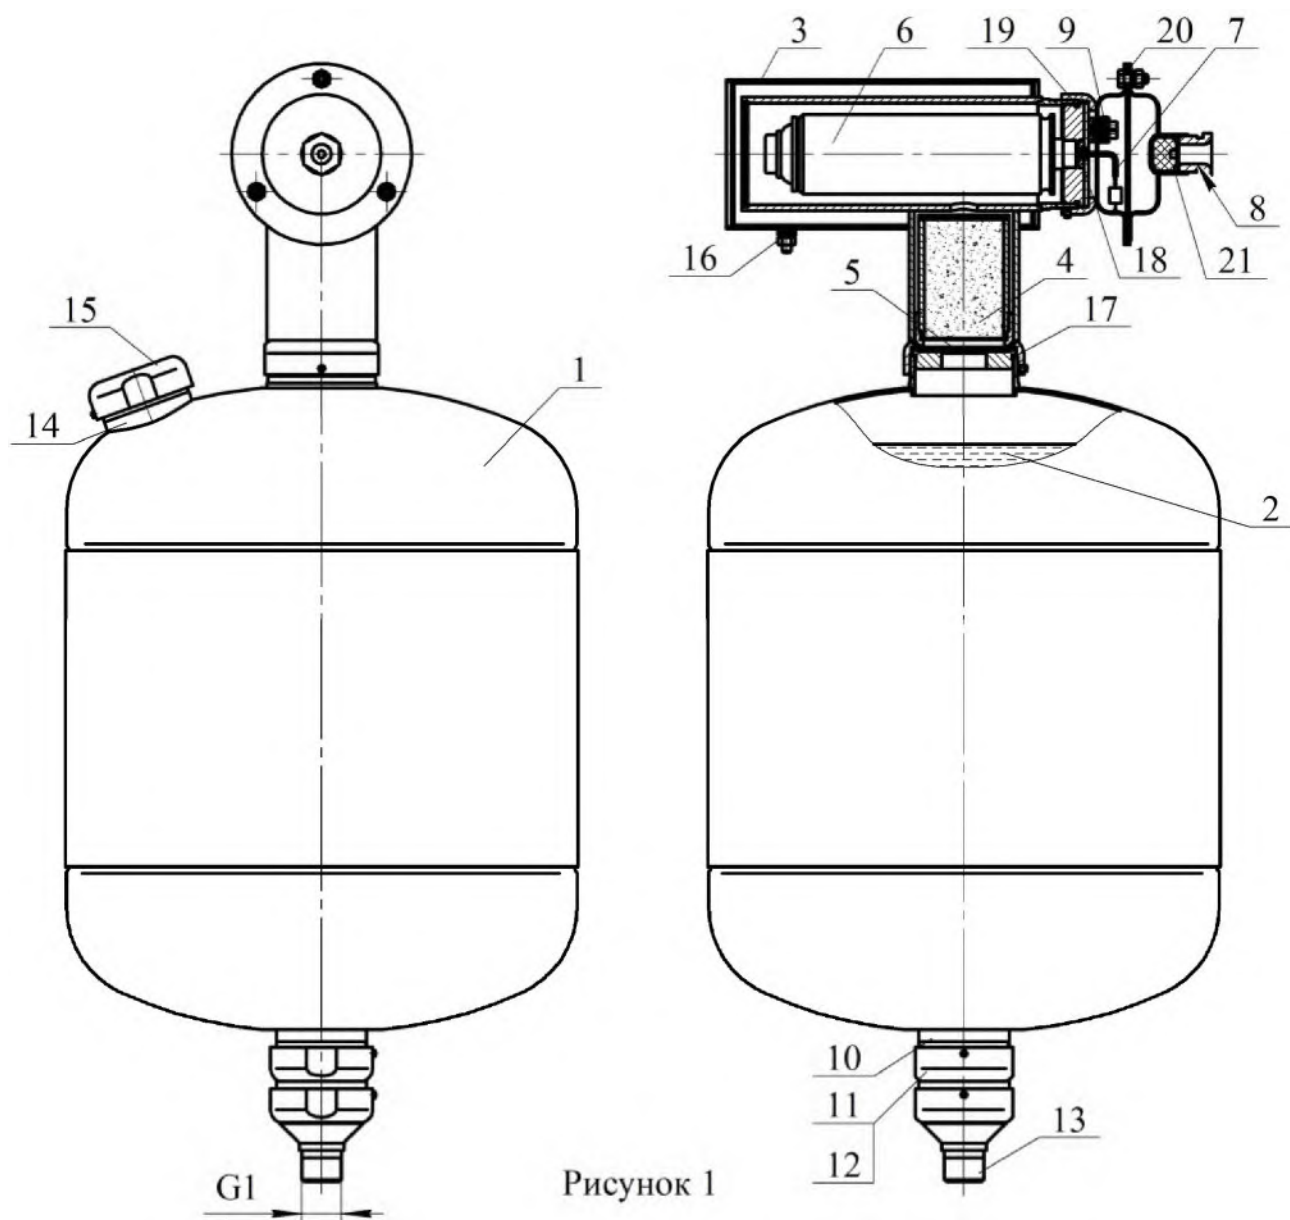

Рисунок 1
4.1.1 МУПТВ (см. рисунок 1) состоит из корпуса 1, заправленного ОТВ 2, газогенерирующего устройства 3 и мембранного рабочего узла, смонтированного в нижней части модуля. Канал со встроенным фильтрующим элементом 4 для очистки газа, соединяющий газогенерирующее устройство 3 с внутренней полостью корпуса 1, загерметизирован эластичной прокладкой 5. В корпусе газогенерирующего устройства установлен ИХГ 6 с элементом электропусковым 7. Газогенерирующее устройство снабжено вводной коробкой с герметичным кабельным вводом 8. Монтажный кабель через кабельный ввод 8 входит во вводную коробку и через зажим контакт-
6.5.1 Залить в отверстие верхней горловины 14 (см. рисунок 1) воду по ГОСТ 6709-72, СанПиН 2.1.4.1074-01 (температура воды должна быть плюс $(15...25)^{\circ}\text{C}$) объемом $26,2^{+0,4}$ дм³. Открыть упаковки с жидкими добавками к воде и залить их в отверстие верхней горловины 14.
6.6.3 Полученный раствор ОТВ залить в отверстие верхней горловины 14 (см. рисунок 1). Для окончательного приготовления ОТВ открыть упаковки с жидкими добавками к воде и залить их в отверстие верхней горловины 14.
6.8 Соединить штуцер 13 (см. рисунок 1) с трубной разводкой.